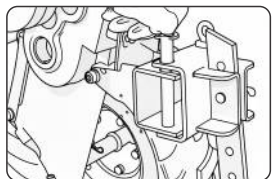

Рис.5
- Установите заднюю прицепную скобу с ограничителем глубины (рис. 5), зафиксируйте двумя шкворнями.